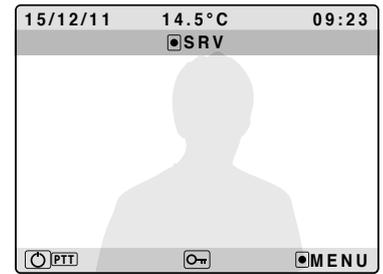

Fig. 16
- Activez le service secondaire en appuyant sur le bouton  et en le maintenant enfoncé jusqu'à ce que le message d'activation s'affiche (**Fig. 16**) ;